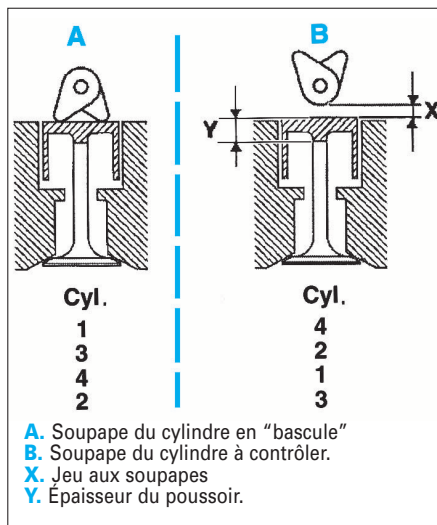
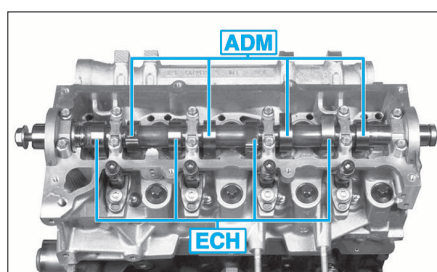

FIG. 34
FIG. 35
- Tourner le vilebrequin dans son sens normal de rotation pour amener les soupapes du cylindre n°1 en « bascule » (position fin échappement et début admission) (Fig.34).
- Mesurer le jeu (X) aux soupapes du cylindre (4) à l'aide d'un jeu de cales.
- Noter le jeu mesuré et procéder de la même manière pour les cylindres n°2, 1 et 3 en respectant l'ordre préconisé (Fig.34) et la disposition des soupapes (Fig.35).
- mesurer son épaisseur (Y) (Fig.34) au niveau de son ergot central à l'aide d'un comparateur ou d'un micromètre.